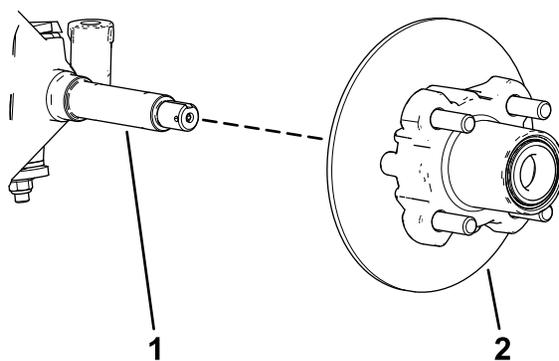
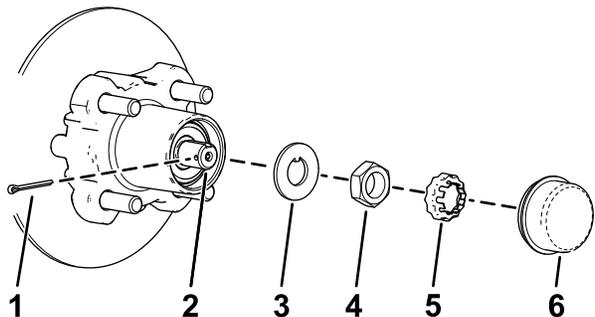

図 34
図 33
4. ハブからダストキャップを取る 図 33。
5. スピンドルとスピンドルナットから、コッターピンとナットリテーナを外す 図 33。
6. スピンドルからスピンドルナットを外し、スピンドルからハブローラアセンブリを取り出す 図 33 と 図 34。